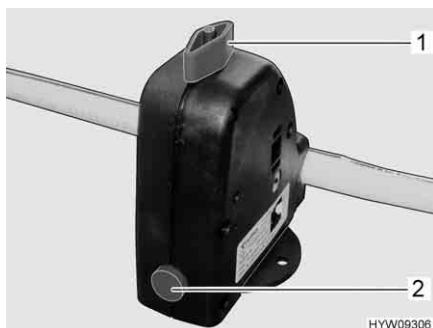

Fig. 143 Valvola di sicurezza/di scarico (boiler)
Il boiler è dotato di una valvola di sicurezza/di scarico (Fig. 143). La valvola di sicurezza/di scarico impedisce che l'acqua congeli nel boiler in presenza di basse temperature esterne, quando il riscaldamento dell'autocaravan non è acceso.
- Chiudere la valvola di sicurezza/di scarico. A tal fine ruotare la manopola (Fig. 143,1) verticalmente rispetto alla valvola di sicurezza/di scarico e premere verso l'interno il bottone automatico (Fig. 143,2).
- Aprire la valvola di sicurezza/di scarico. A tal fine ruotare la manopola (Fig. 143,1) nel senso della lunghezza della valvola di sicurezza/di scarico. Il bottone automatico (Fig. 143,2) scatta all'infuori. Il boiler viene svuotato verso l'esterno tramite la valvola di sicurezza/di scarico.